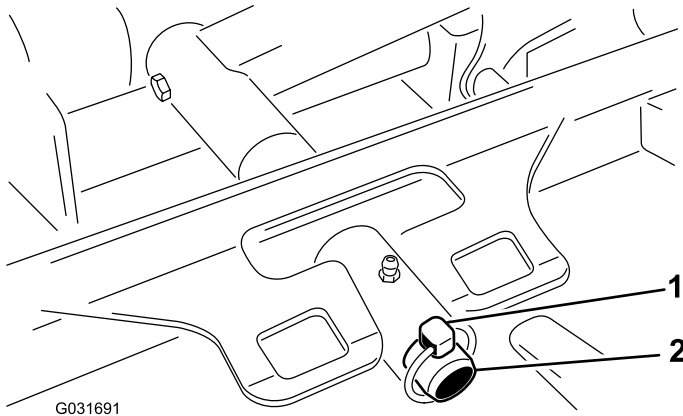

Bild 62
3. Entfernen Sie den Klappstecker, mit dem der Trägerschalen des Mähwerks am Lagerbolzen des Hubarms befestigt ist (Bild 62).
3. Schieben Sie den Mähwerkträgerschalen auf den Lagerbolzen des Hubarms und befestigen ihn mit dem Klappstecker (Bild 62).